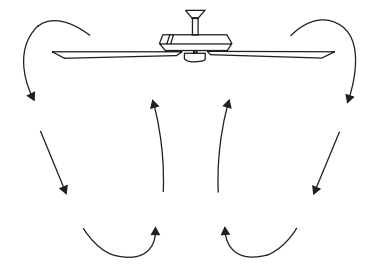

Figura 30
**Operación en clima frío:** Retroceso (en sentido de las agujas del reloj). Un flujo de aire ascendente mueve el aire caliente de las áreas del techo (Figura 30). Esto le permite configurar su unidad de calefacción en una configuración más fría sin afectar su comodidad general.